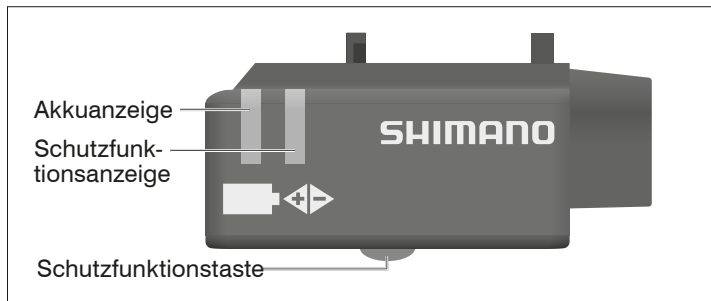

Abb.: K-3 Anzeigemodul (Dura Ace Di2, Ultegra Di2).
- Wenn die Akkuanzeige für 2 Sekunden grün leuchtet, ist der Akku zu 100 % geladen (siehe Abb.: K-3).
1. Zum Entsperren der Schutzfunktion drücken Sie die **Schutzfunktionstaste** auf der Unterseite des Anzeigemoduls und halten Sie die Taste gedrückt (siehe Abb.: K-3).